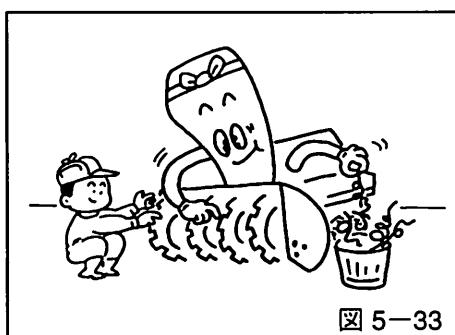

図 5-33
2. プロワ及びオーガ軸にビニール紐などが巻き付いていたら、取り除いてください。そのまま運転しますと、オガミッションのオイルシールを傷め、オイル漏れの原因になります。(図5-33参照)